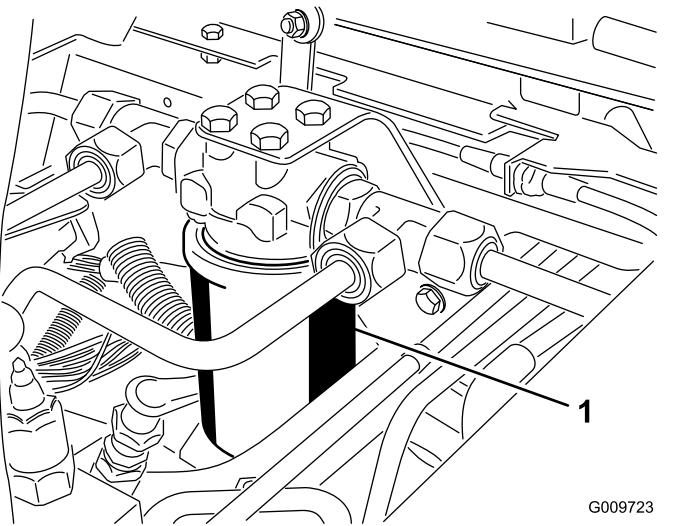
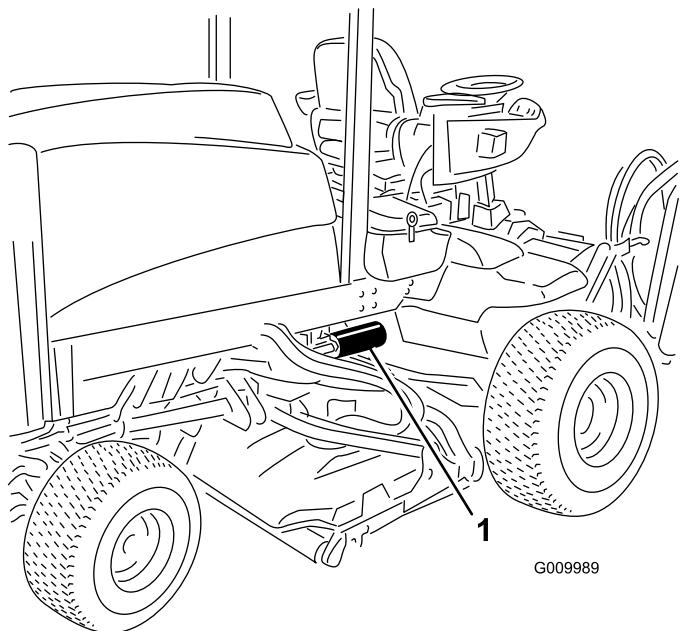

Figure 60
Figure 61
3. Placez un bac de vidange sous le filtre et déposez le filtre (Figure 60 & Figure 61).